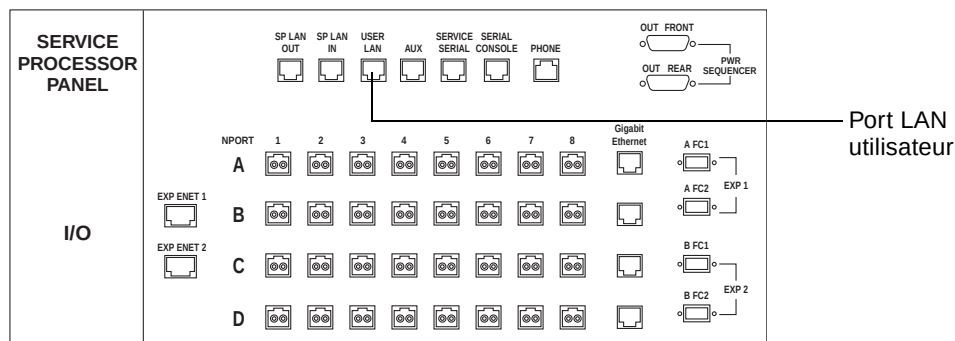

FIGURE 2-21 Connexion réseau local (LAN)
2. **Connectez-le au port LAN utilisateur situé à l'arrière du panneau de service (FIGURE 2-21).**